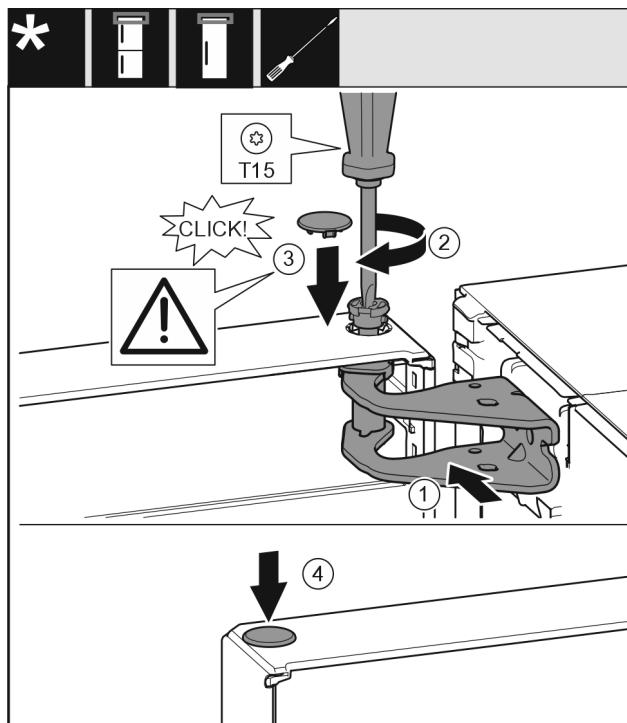

Fig. 20
- Tür oben zur Öffnung im Lagerbock Fig. 20 (1) ausrichten.
- Bolzen Fig. 20 (2) einsetzen und mit Schraubendreher festschrauben.
- Abdeckung Fig. 20 (3) einsetzen.
- Kontrollieren, dass die Abdeckung Fig. 20 (3) auf der Tür aufliegt.
- Abdeckung Fig. 20 (4) einsetzen.